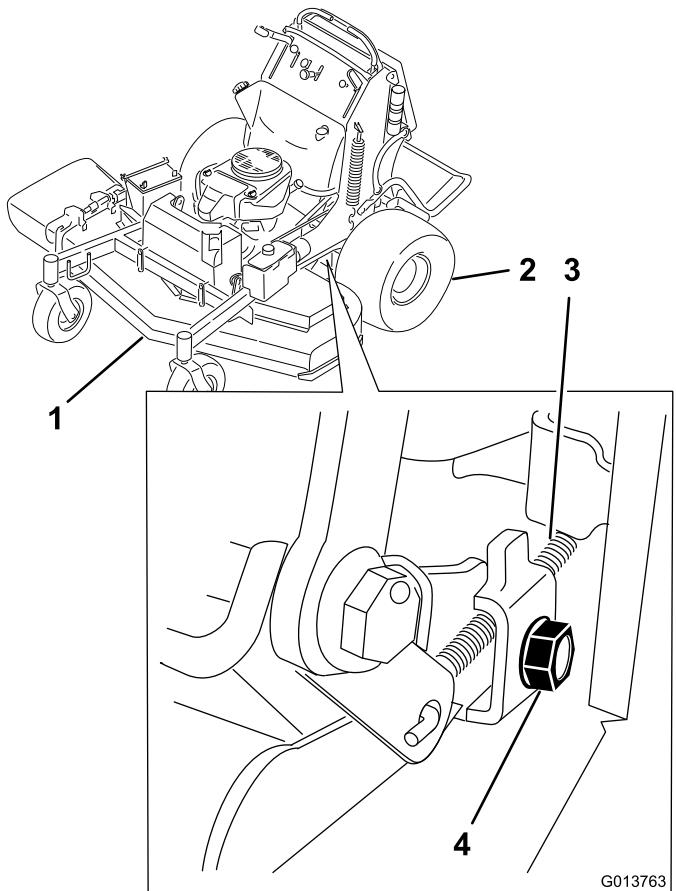

図 3
7. 速度コントロール・ケーブルのジャケットをシフタ・ブラケットに固定しているケーブル・クランプをゆるめる(図3)。左後ろの車輪の前から、下部フレームの下に手を入れるのが最も簡単である。